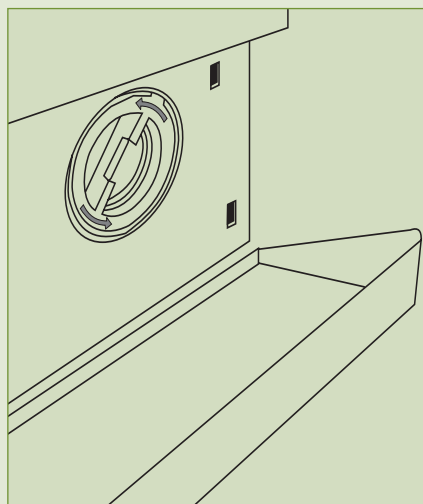

Рис. 18
2. Подкладывают панель на пол перед машиной (рис. 18). После снятия крышки насоса из него выливается небольшое количество воды в предусмотрительно подложенную панель.